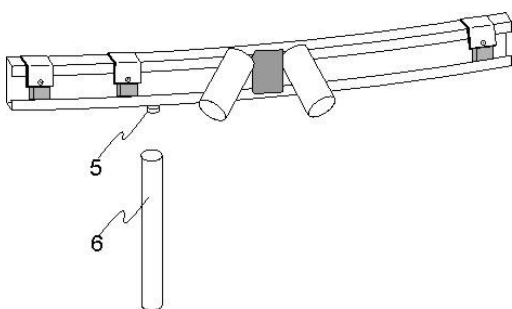

Abb. 3.5
Bei Cabrio Dome ab der Größe von Ø 4.0 m ist eine Stütze (6) **notwendig** (Abb. 3.5).
- Länge der Stütze (6) auf Beckenhöhe durch kürzen anpassen und die Stütze (6) an den Kunststoffanker (5) einstecken. Der Boden unter der Stütze (6) muss fest sein.